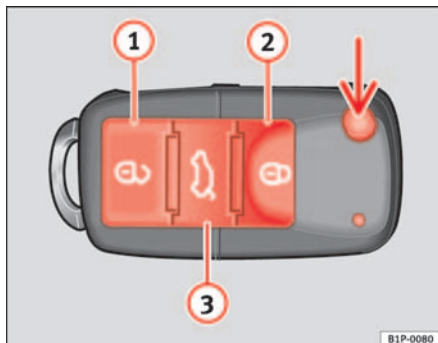
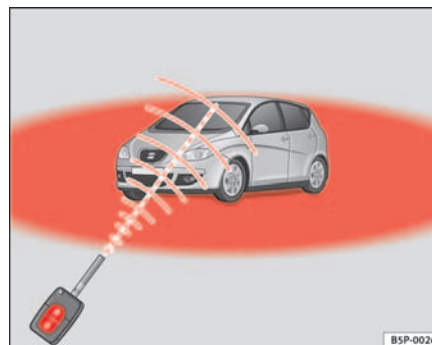

Abb. 64 Tastenbelegung
Abb. 65 Wirkungs-
Mit der Taste  $\Rightarrow$  Abb. 64 (Pfeil) der Fernbedienung wird der Schlüsselbart ausgeklappt.
Fahrzeug entriegeln  $\Rightarrow$  Abb. 64 ①.
Fahrzeug verriegeln  $\Rightarrow$  Abb. 64 ②.
Heckklappe entriegeln. Drücken Sie die Taste  $\Rightarrow$  Abb. 64 ③, bis alle Blinkleuchten am Fahrzeug kurz aufleuchten. Nach Drücken der Entriegelungstaste  $\Rightarrow$  ③ können Sie die Heckklappe innerhalb von 2 Minuten öffnen. Nach Ablauf dieser Zeit wird die Heckklappe wieder verriegelt.
Zudem blinkt die Batterie-Kontrollleuchte des Schlüssels  $\Rightarrow$  Abb. 64 auf.
Bei einmaligem Drücken der Taste  $\Rightarrow$  Abb. 64 ①, wird nur die Fahrertür geöffnet. Alle anderen Türen bleiben verriegelt.
Bei zweimaligem Drücken der Taste  ⇒ Seite 103, Abb. 64  werden alle Türen entriegelt.
- Die Funkfernbedienung funktioniert nur, wenn Sie sich im Wirkungsbereich befinden ⇒ Seite 103, Abb. 65 (rote Fläche).
- Verwenden Sie die beiden Schlüssel, die mit dem Fahrzeug ausgehändigt werden, den Funkschlüssel und den normalen Schlüssel ⇒ Seite 103, Abb. 64 ⇒ Seite 103, Abb. 65.
- Verriegeln Sie das Fahrzeug mit dem Schlüssel mit Funkfernbedienung ⇒ Seite 103, Abb. 64 ⇒ Seite 103, Abb. 65 über das Schloss in der Fahrertür.